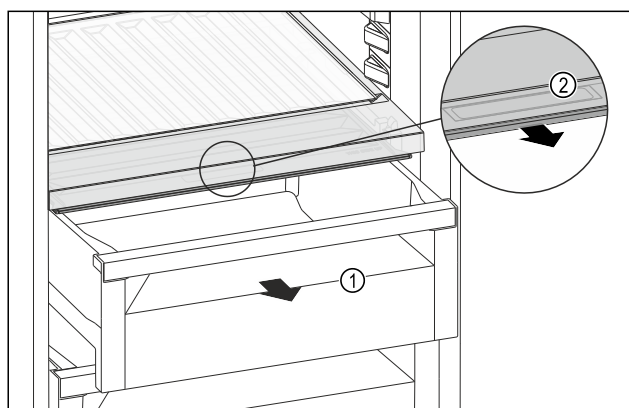

Fig. 219
- ▶ Zásuvku Fig. 219 (1) vytáhněte.
- ▶ Uchopte prohlubeň pro rukojeť Fig. 219 (2) na víku zásuvky a současně zatáhněte za víko zásuvky směrem dopředu.